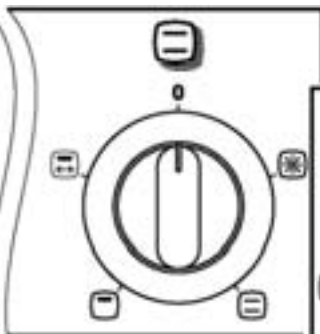

Рис. 13
- ручкой режимов работы устанавливается необходимая функция (рис.13) ;